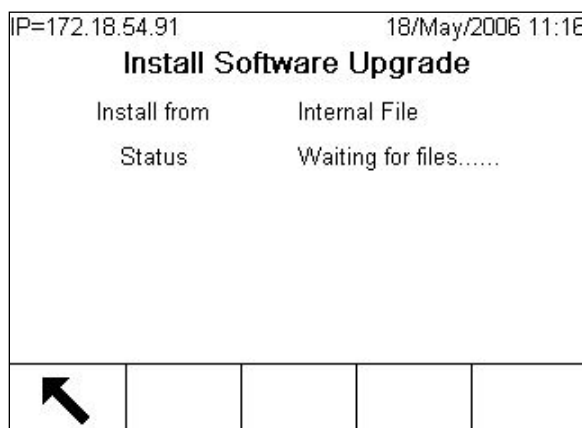

Figura 3-3: Atualização de Firmware – Aguardando arquivos
4. Pressione a tecla de função INICIAR  para executar a atualização. Se os arquivos não estiverem presentes na pasta Atualização, a tela mostrada na Figura 3-3 é exibida. Executar a operação de cópia do InSite dará continuidade ao processo. Pressionar a tecla de função SAIR  abandona o processo e retorna à árvore de configuração.